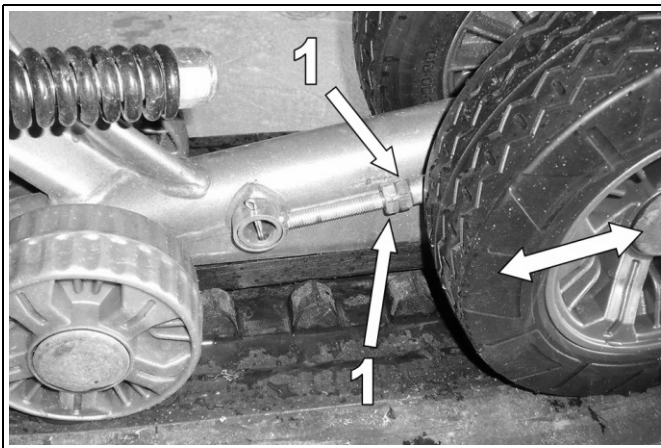

Figura 18
- Regolare la tensione del cingolo in gomma al minimo (vedere Figura 18).